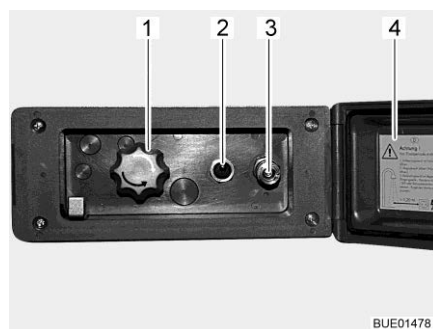

Fig. 86 Raccordo doccia esterno
- Sganciare ed aprire il coperchio (Fig. 86,4).
- Collegare il tubo flessibile della doccia esterna alla chiusura rapida (Fig. 86,3).
- Accendere la pompa dell'acqua con l'interruttore (Fig. 86,2).
- Regolare la temperatura dell'acqua ai gradi desiderati mediante la manopola (Fig. 86,1).
- Spegnerne la pompa dell'acqua con l'interruttore (Fig. 86,2).
- Chiudere il coperchio (Fig. 86,4) e bloccarlo con la chiave.
- Ruotare la manopola (Fig. 86,1) sulla posizione centrale.